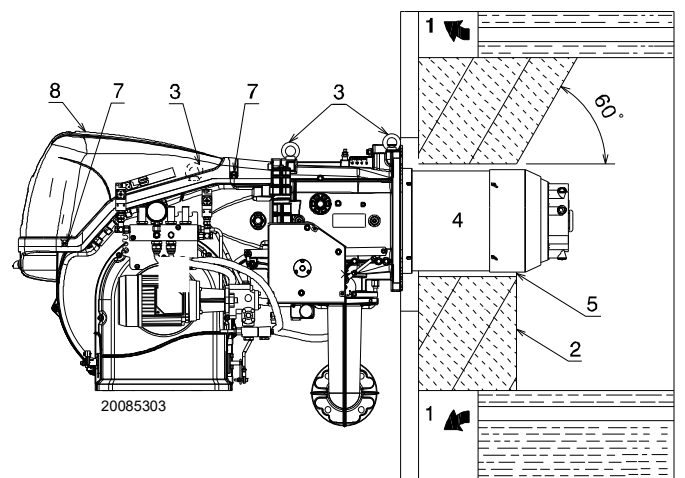

Abb. 13
Für Heizkessel mit vorderem Abgasumlauf 1)(Abb. 13) oder mit Flammenumkehrkammer muss eine Schutzschicht aus feuerfestem Material 5), zwischen feuerfestem Material des Kessels 2) und Flammrohr 4) ausgeführt werden.
Durch Einhaken an den Ringen 3)(Abb. 13) ein entsprechendes Hebelsystem vorbereiten.
- Den beige-packten Hitzeschutz am Brennerrohr 4)(Abb. 13) einpassen.